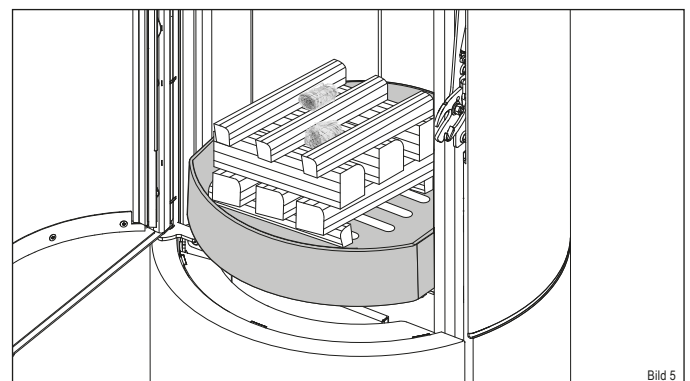

Bild 5
- ▶ Platzieren Sie die Holzscheite mittig auf dem Feuerrost im Feuerraum (Bild 5):